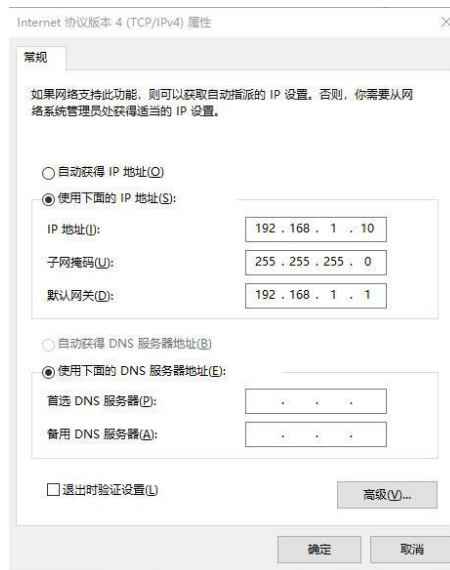

图 33. 手动输入 IP 地址
**TCP/IP 方式连接：**打开“网络和 Internet 设置”选择“选择更多适配器选项”进入网络连接页面，选择对应以太网右键“属性”双击“Internet 协议版本 4 (TCP/IPv4)”选择手动输入填写 IP 地址，如图 33 所示，输入好后确定保存，返回 Console，点击 Connect 连接。